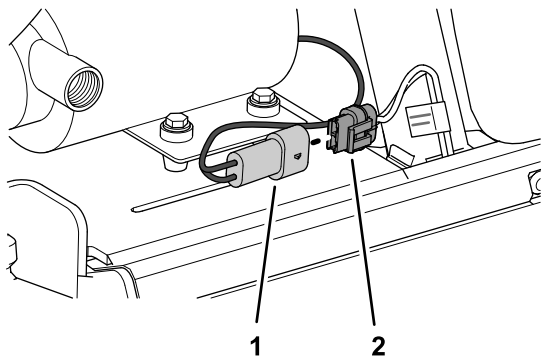

図 25
4. 車両のハーネスの中にある 2 ソケットコネクタ RINSE PUMP というラベルについている防塵プラグを外す 図 25。
5. すすぎポンプハーネスの 2 ピンコネクタを、車両のハーネスの 2 ソケットコネクタRINSE PUMPというラベルに接続する 図 25。